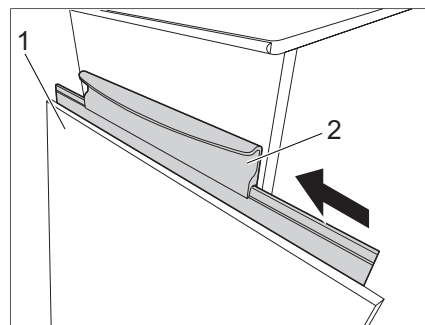

Bild 31 Tischplatte einhängen
- Tischplatte (Bild 31,1) in die Kederleiste (Bild 31,2) einhängen.